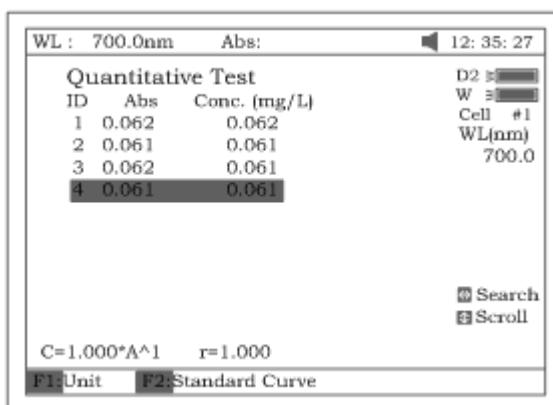

Рисунок 38
4.2. Поставьте кювету с пробой на пути луча, нажмите клавишу **[СТАРТ/СТОП]**, результаты анализа будут выведены на экран (рис.38).